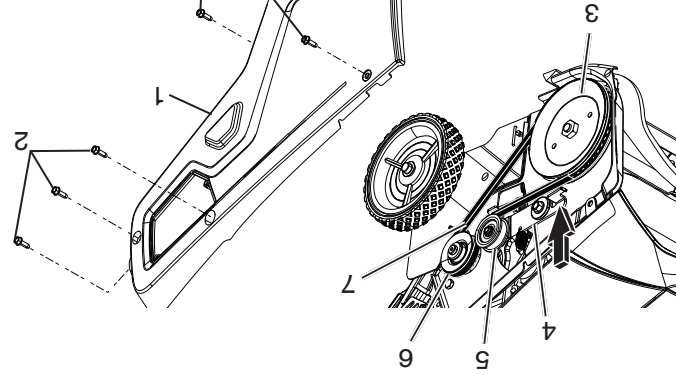

Figure 30
1. Retirer le couvercle du côté d'entraînement en déposant les six vis de la façon indiquée à la (Figure 30).
2. Appuyer sur la partie avant du bras de renvoi pour relâcher la tension de la courroie (Figure 30).
3. Retirer la courroie d'entraînement de la poulie d'entraînement (Figure 30).